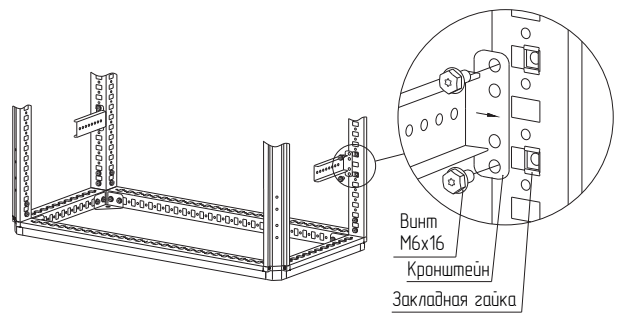

Рисунок 44
– вариант 2. Набором «закладная гайка М6 – винт М6×16 – шайба 6.4». Для этого предварительно установите закладные гайки в квадратные отверстия вертикальных дополнительных стоек и закрепите кронштейны винтами М6×16 и шайбой (рисунок 44). Момент затяжки – 7 Н·м.